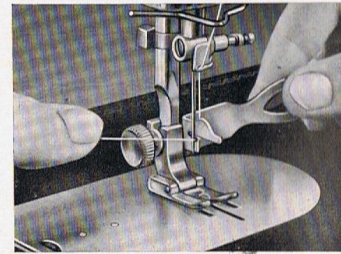

Abb. 10 Die Anwendung des SINGER-Einfädlers
**SINGER-Einfädler** (Abb. 10). Zum Einfädeln der Nadel dient der Einfädler. Die Presserstange ist herunterzulassen und die Nadelstange
Punkt zu bringen. Den Einfädler halte man mit der rechten Hand von hinten kommend an die Nadel, und zwar so, daß die umgebogene Spitze die rechte Nadelseite berührt, und lasse das Häkchen in der kurzen Rille hinten an der Nadel hinuntergleiten, bis es in das Ohr hineinschlüpft. Nachdem das Häkchen so weit wie möglich durch das Nadelöhr hindurchgeführt ist, lege man den Faden in das Häkchen und halte ihn wie in Abb. 10 gezeigt. Während man nun den Einfädler waagrecht hält und leicht nach oben drückt, ziehe man das Häkchen mit dem Faden nach hinten aus dem Nadelöhr heraus, bis das Fadenende das Häkchen passiert hat. Die Nadel ist sodann eingefädelt.